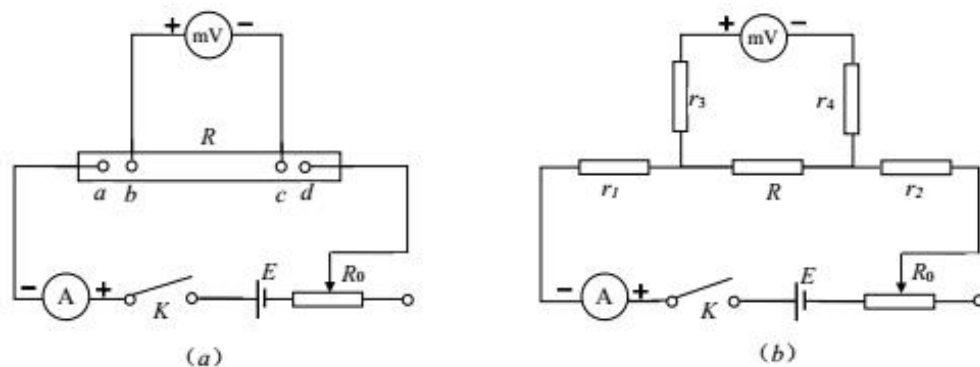

图 2
为了解决上述问题，试把连接方式改为如图 2（a）所示的式样。同样用电流流经路线的分析方法可知，虽然接触电阻  $r_1$ 、 $r_2$ 、 $r_3$  和  $r_4$  仍然存在，但由于其所处位置不同，构成的等效电路改变为图 2（b）。由于毫伏表的内阻大于  $r_3$ 、 $r_4$ 、 $R$ ，故毫伏表和安培表的示数能准确地反映电阻  $R$  上的电位差和通过的电流。利用欧姆定律可以算出  $R$  的正确值。
- 1、根据图 2 介绍的连接方法测量  $R_x$ 。